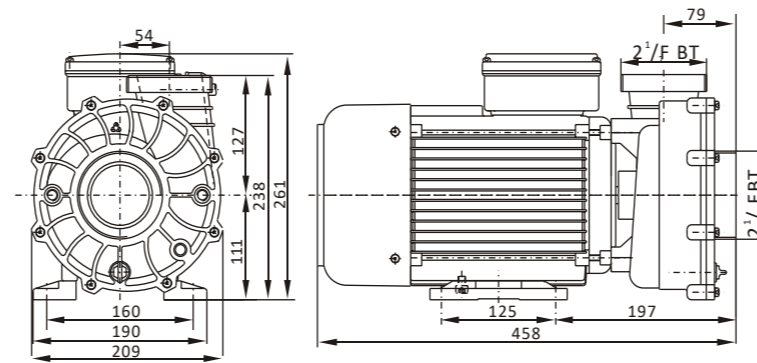

Рис.3
- Насос должен быть установлен в горизонтальном положении и закреплен к твердому постаменту болтами через отверстия в основании согласно рис.3. Это предотвратит появление нежелательных шумов и вибраций.